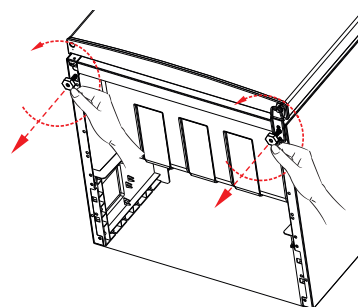

Fig. 1
- ▶ Dévissez les pieds de l'appareil dans le sens inverse des aiguilles d'une montre (fig. 1).